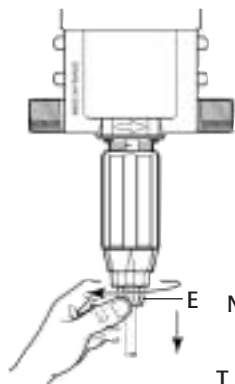
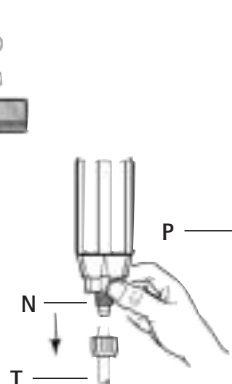

Fig. 15
Fig. 16
- Svitare il dado (Fig. 15-E) e rimuovere il tubo di aspirazione (Fig. 16-T).
- Svitare e rimuovere il dado (Fig. 16-N).